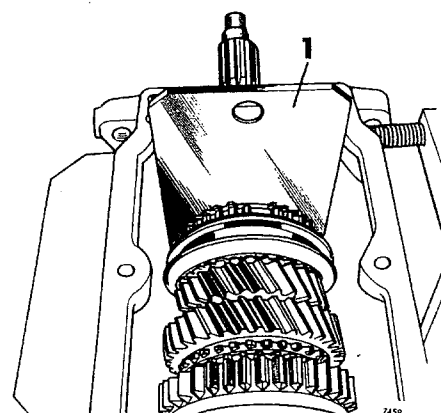
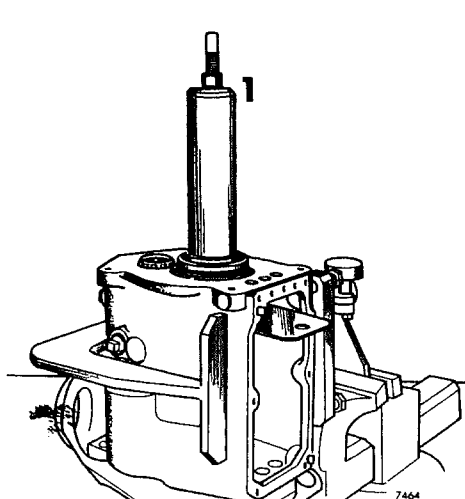

Fig 07-10. Placering av distansplåt
Fig 07-18. Montering av ingående axelns lager
8. Placera distansplåten mellan synkroniseringskonan och ingående axelns drev enligt fig 07-10. OBS! Utförs inte detta kan skador på konan uppstå vid avpressningen av lagret.
8. Placera distansplåten enligt fig 07-10 och montera ingående axeln. Pressa på lagret, se fig 07-18. När ytterringen antrar i huset, slå med några lätta slag med en hammare samtidigt som lagret pressas in. Montera låsringen.
10. Sätt fast mellanaxelns främre yttre lagerbana. Kontrollera att samtliga växlar fungerar. Montera tätningsringen i urkopplingslagrets lagerhylsa, se fig 07-10. Montera svänghjulskåpan och urkopplingslagrets lagerhylsa. Hylsans dräneringshål vänds neråt.